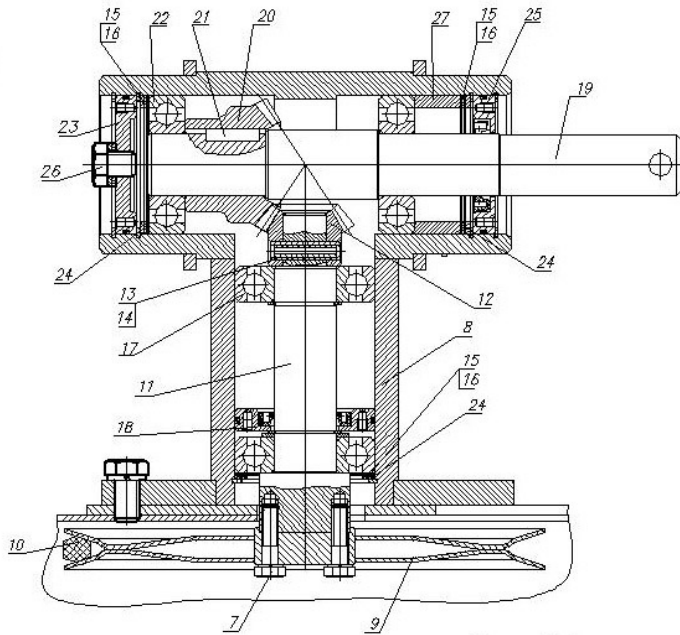

Рис.7
Конический редуктор (рис.7) предназначен для передачи вращения на роторы режущего аппарата; редуктор имеет горизонтальный вал 19, опирающийся на два шарикоподшипника 22; на валу установлено зубчатое колесо 20; зубчатое колесо 20 входит в зацепление с вертикальной шестерней 12, которая закреплена на вертикальном валу 11 с помощью штифтов 13 и 14. На конце вала 11 с помощью болтов 7 крепится шкив 9. Вертикальный вал помещен в корпус редуктора на двух шарикоподшипниках 17, между которыми устанавливается разделительная крышка 18 с уплотнителем. Один торец корпуса редуктора закрыт глухой крышкой 23, а с другой стороны сквозной крышкой 25. Компенсирующие прокладки 15 (16) предназначены для регулировки зазора в зацеплении конических шестерен 20 и 12. Кассета бруса режущего аппарата изготовлена из двух частей. Части бруса (верхняя и нижняя) сварены между собой.